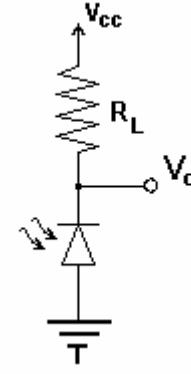

Figura 10: Receptor con fotodiodo
- 4.3.f) Ahora va a utilizar un fotodiodo como elemento detector, según se muestra en la **Figura 10**. Puesto que los fotodiodos tienen mucha menos sensibilidad que los fototransistores (y muchísima menos que los fotodarlingtonos que ha utilizado hasta ahora) debe usar resistencias de carga R_L mucho mayores. Realice varias medidas para diferentes frecuencias y distancias y comente los resultados.
- 4.4.b) Aparentemente el funcionamiento del circuito que acaba de montar no se diferencia conceptualmente del receptor sencillo de la **Figura 10**: ambos toman la señal de voltaje generada por la fotocorriente al atravesar una resistencia. ¿Cuál cree que es la ventaja de utilizar un amplificador operacional?